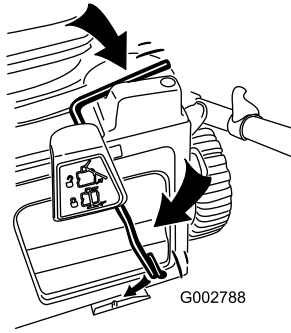

Figura 8
2. Mueva la palanca hasta que se introduzca en la ranura del interruptor y se enganche en el clip de retención de la palanca (Figura 8).